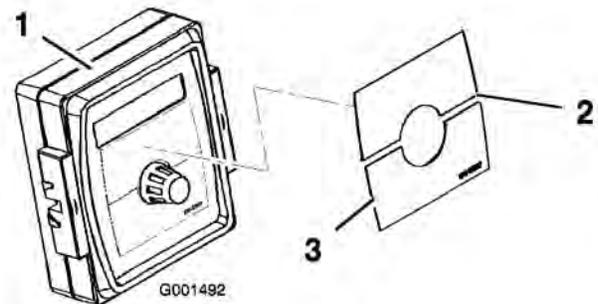

Figura 4
1. Applicare l'adesivo Spray Pro sul monitor (Figura 4).